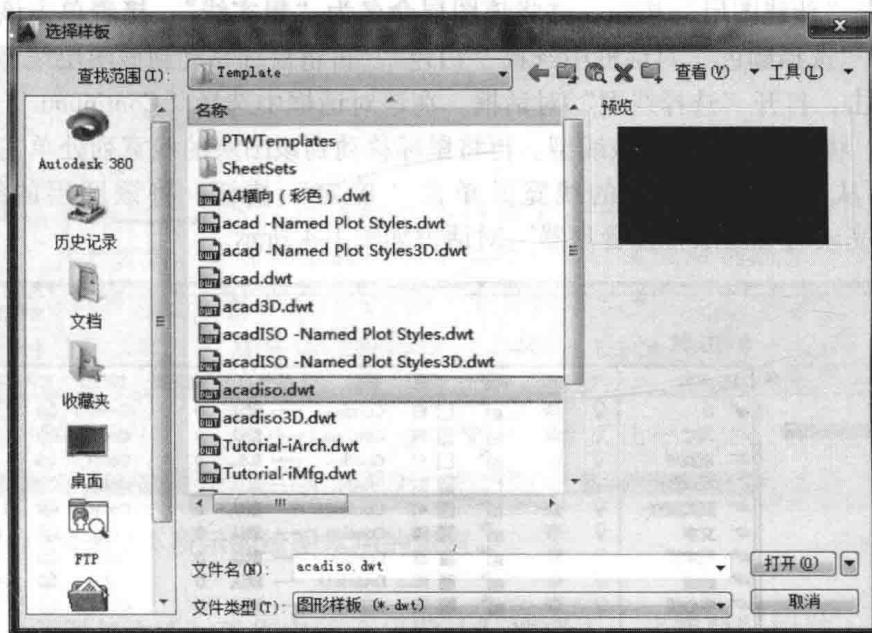

图 1-5 “选择样板”对话框
- 单击程序左上角的“新建”按钮，打开“选择样板”对话框，在其中选择“acadiso.dwt”样板，如图1-5所示。在该对话框中单击右下角的“打开”按钮，这样便创建了一个新图形。